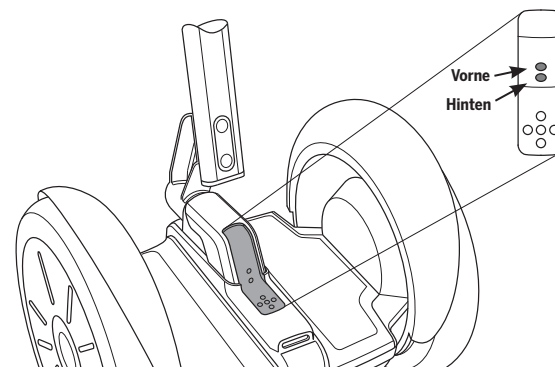

Abbildung 58: Akkulade-Kontrolllampen
6. Vergewissern Sie sich, dass die beiden Akkulade-Kontrolllampen auf der Konsole grün leuchten, um sicherzugehen, dass die Akkus laden (siehe **Abbildung 58**). Weitere Informationen zu den Akkulade-Kontrolllampen finden Sie im Abschnitt „Akkulade-Kontrolllampen“, S. 89.
Bei am Stromnetz angeschlossenem PT zeigen zwei Akkulade-Kontrolllampen auf der Konsole den Ladezustand der Akkus an. Die vordere Akkulade-Kontrolllampe zeigt den Ladestand des vorderen Akkus an und die hintere Akkulade-Kontrolllampe zeigt den Ladestand des hinteren Akkus an (siehe **Abbildung 58**). Die beiden Akkulade-Kontrolllampen zeigen unabhängig voneinander an, ob der jeweilige Akku lädt. Wenn der PT angeschlossen ist und lädt, blinken beide Akkulade-Kontrolllampen oder leuchten grün. Wenn eine oder beide Akkulade-Kontrolllampen rot leuchten oder nicht beleuchtet sind, liegt ein Problem beim Laden des entsprechenden Akkus vor. Weitere Informationen dazu finden Sie unten im Abschnitt „Fehler beim Ladevorgang“.